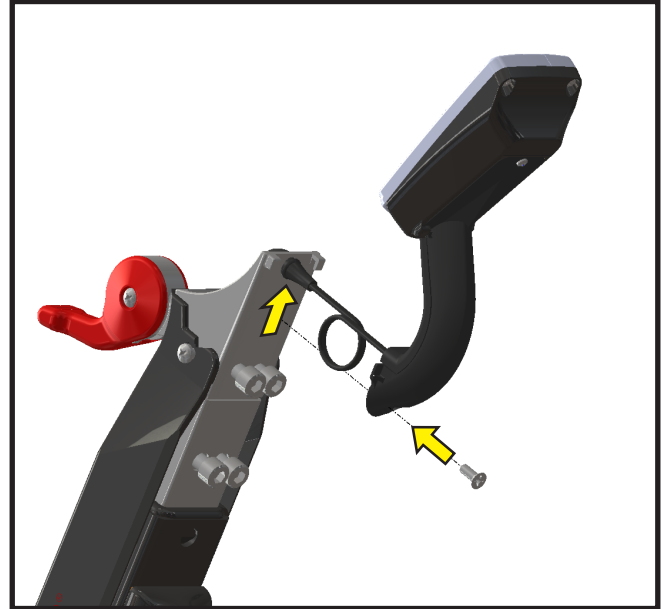

Abbildung 12: Befestigen des Computers am Lenkerrohr
2. Rollen Sie das Computerkabel in der Aussparung am Computerarm auf (siehe Abbildung 12).